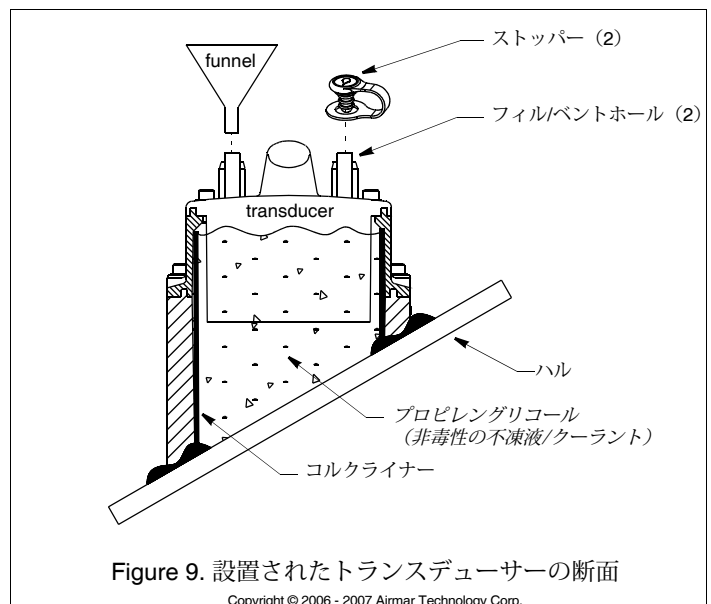

Figure 9. 設置されたトランスデューサーの断面
8. タンク内のプロピレングリコールを補充します。ただし、温度変化に伴う膨張に対応できるように、小さな空間を確保してください。付属の漏斗を使用して、タンクがいっぱいになるまで、充填/通気孔の1つから充填液を注ぎます (図9)。2番目の穴は通気口として機能します。(または、バンドクランプで固定された標準直径のチューブを使用してタンクを充填することもできます。) 付属のストッパーを取り付け、両方の充填/通気穴を塞ぎます。スライドを容易にするために、充填液でストッパーを潤滑します。漏斗をハンドルにつないで、手元に近づけます。